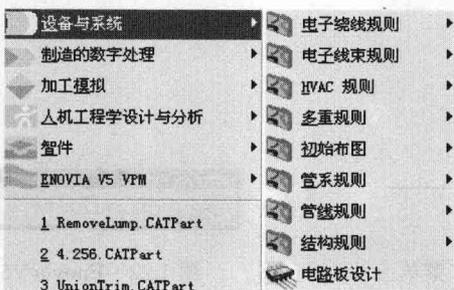

图 1.15 “设备与系统”子菜单
- ❑ “设备与系统” 模块，如图 1.15 所示，该模块提供各种系统设备连接配置、管路及线路设计和电子零件装配等功能。